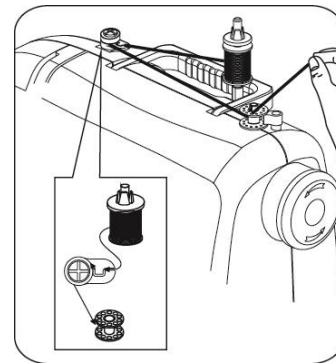

Abb. 32
5. Schalten Sie die Maschine ein und betätigen Sie das Fußpedal, um den Spulenfaden aufzuwickeln. Halten Sie das Fadenende mehrere Sekunden mit der Hand fest, falls sich der Faden aus der Spule löst. Wenn der aufgespulte Faden fast so dick ist, dass er den Spulenstopp erreicht, hält die Maschine automatisch an. (Abb. 32)